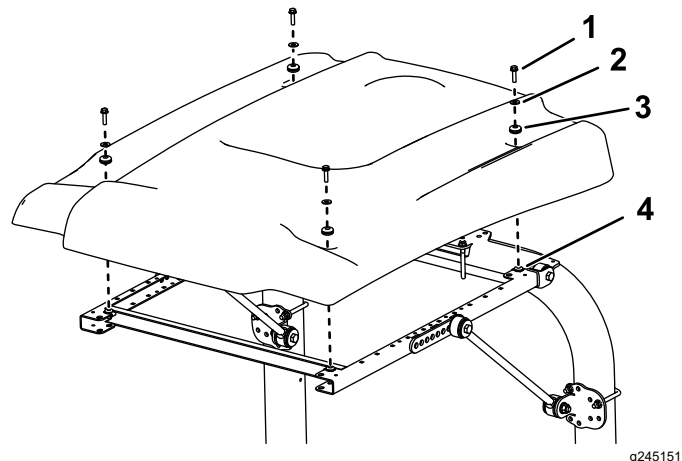

Figura 6
10. Ao alinhar os furos de montagem, posicione o toldo na estrutura como se mostra na Figura 6.
11. Monte, sem apertar completamente, cada canto do toldo na estrutura com um parafuso de cabeça flangeada (5/16 pol. x 1¼ pol.), uma anilha pequena e um olhal (Figura 6).